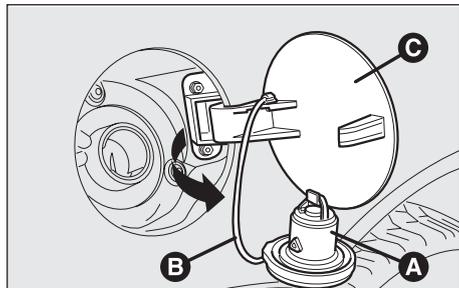

Abb. 171
Der Tankverschluß (A, Abb. 171) ist mit einer Vorrichtung (B) ausgerüstet, die das Verlieren des Schloßes verhindern, indem sie diesen an der Tankklappe (C) sichert.